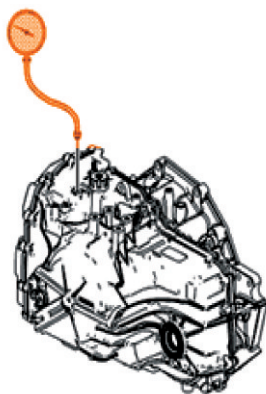

图 3-3-23 安装 EN21867 压力表
- 8) 如图 3-3-23 所示, 安装 EN 21867 压力表。